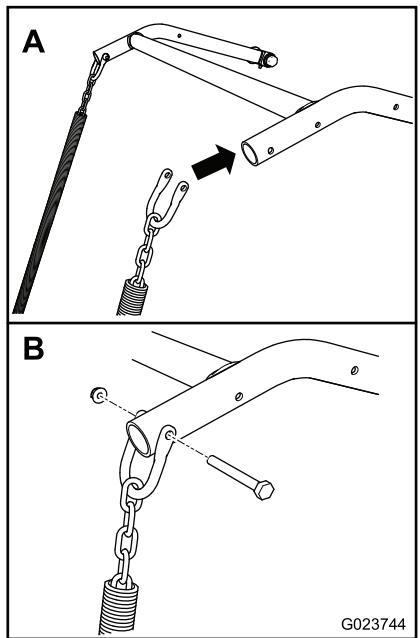

Figura 12
3. Aline cada aro com o lado adequado da elevação do acessório na máquina (Figura 12).